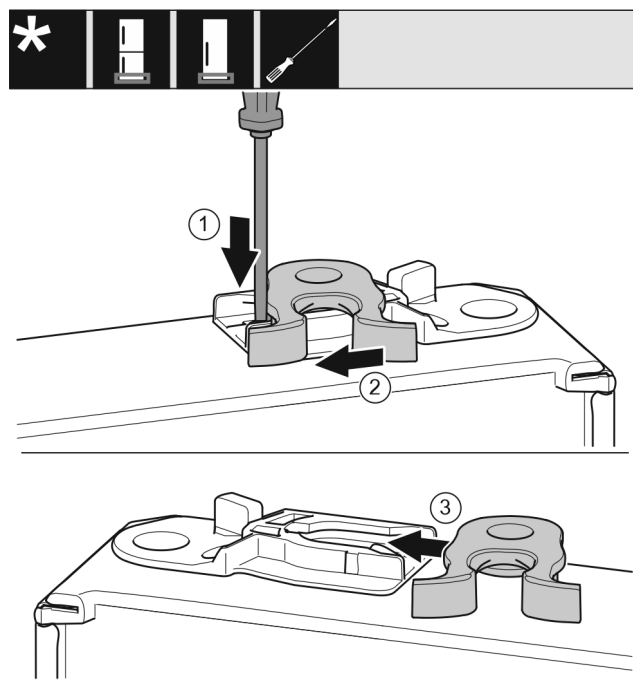

Fig. 19
- Lasche mit Schlitzschraubendreher nach unten drücken. Fig. 19 (1)
- Schließhaken aus Führung ziehen. Fig. 19 (2)
- Schließhaken auf anderer Seite in Führung schieben. Fig. 19 (3)